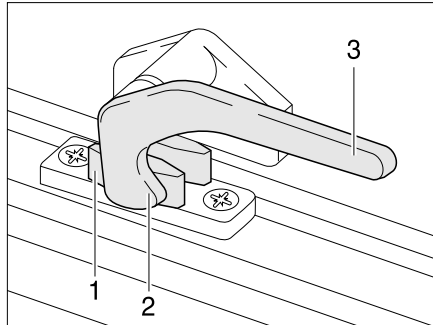

Bild 10 Verriegelungshebel in Stellung "geschlossen"
- Den Verriegelungshebel (Bild 10,3) eine viertel Umdrehung zur Fenstermitte hin drehen.
- Den Verriegelungshebel (Bild 10,3) eine viertel Umdrehung zum Fensterrahmen hin drehen. Die Verriegelungsnase (Bild 10,2) liegt auf der Innenseite der Fensterverriegelung (Bild 10,1).